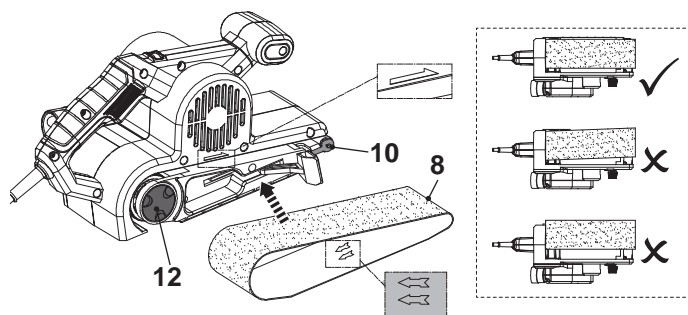

Fig. 2
2. Faites attention au sens de rotation indiqué sur la face intérieure de la bande abrasive **(8)**. Alignez la bande abrasive **(8)** conformément à la direction indiquée sur le boîtier du produit et faites-la glisser sur le rouleau avant **(10)** et le rouleau d'entraînement **(12)** (Fig. 2).